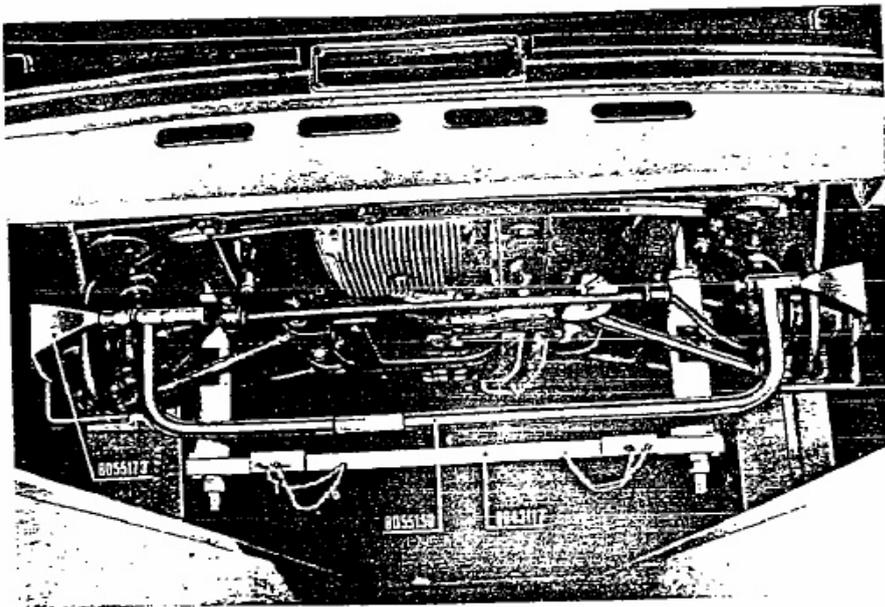

Fig. 22. - Mise en place de la barre 88055150 pour le contrôle de l'ouverture.
- Au moyen de la barre 88055150, placée comme indiqué à la figure 22, exécuter le contrôle de l'ouverture des roues avant.